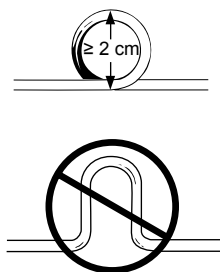

Figure 4. Enroulement de la longueur excédentaire de l'électrode.
- Enrouler la longueur excédentaire du corps de l'électrode dans une boucle circulaire supérieure à 2 cm (0,8 po.) de diamètre. Ne pas former une boucle en U ni une courbe (Figure 4). Une boucle circulaire réduit la probabilité et les effets des interférences électromagnétiques et évite de tordre ou d'endommager le corps de l'électrode.